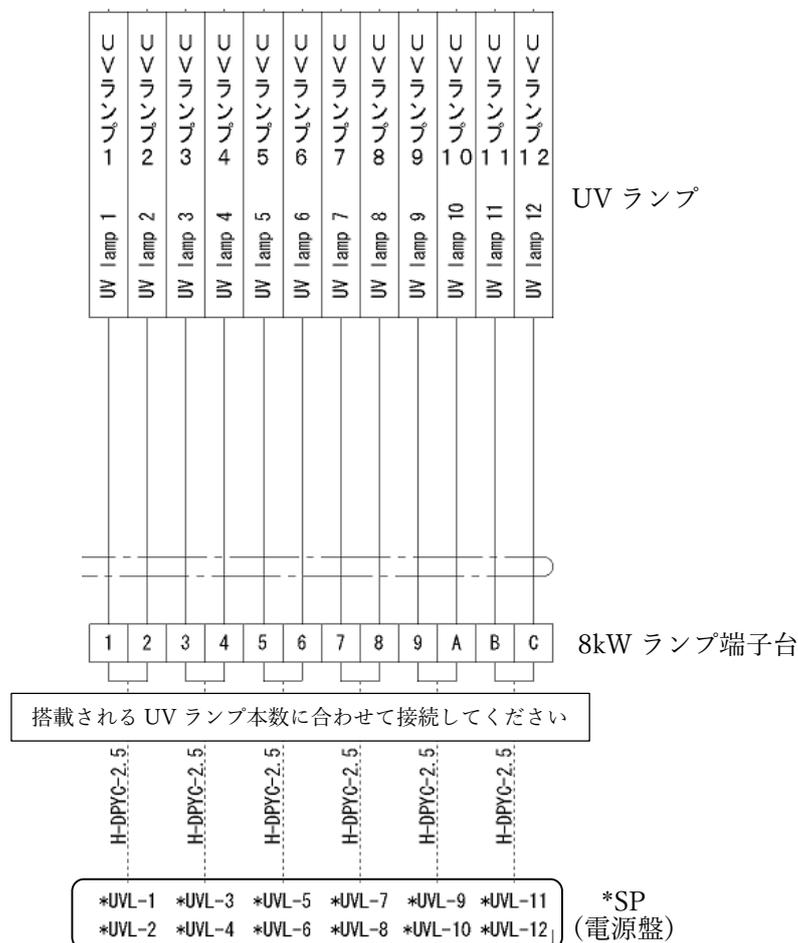

図 7 UV リアクタの配線接続(モータ側)
①図 7 の配線図に従い、取り付けした 8kW 用端子台に UV ランプ用配線を接続してください。